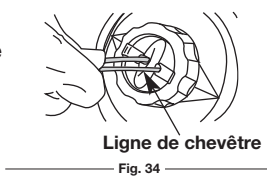

Fig. 34
2. Utilisez un fil de rechange de 3 mètres de longueur et 2,41 mm d'épaisseur. Faites passer les deux extrémités du fil à travers les orifices du bouton de butée, jusqu'à ce qu'elles dépassent des œillets situés sur les deux côtés de la tête de coupe. Continuez à tirer sur le fil jusqu'à ce qu'environ 1,5 m de fil soit visible depuis les deux côtés de la tête de coupe. (Fig. 34)